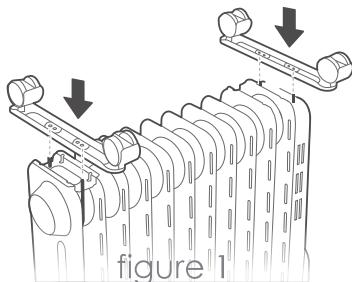

figure 1
02. Comme le montre la figure 1, alignez les trous de montage dans chaque ensemble de roulettes soit avec les deux vis à l'extrémité des ailettes du radiateur, soit avec les deux vis au bas du boîtier de commande.